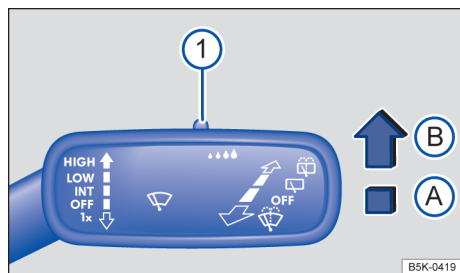

Fig. 76 A la derecha de la columna de dirección: palanca de los limpiacristales .
Presionar la palanca a la posición deseada → fig. 76:
La sensibilidad del sensor de lluvia se puede ajustar manualmente con el conmutador en la palanca de los limpiacristales → fig. 76 ① → ⚠.